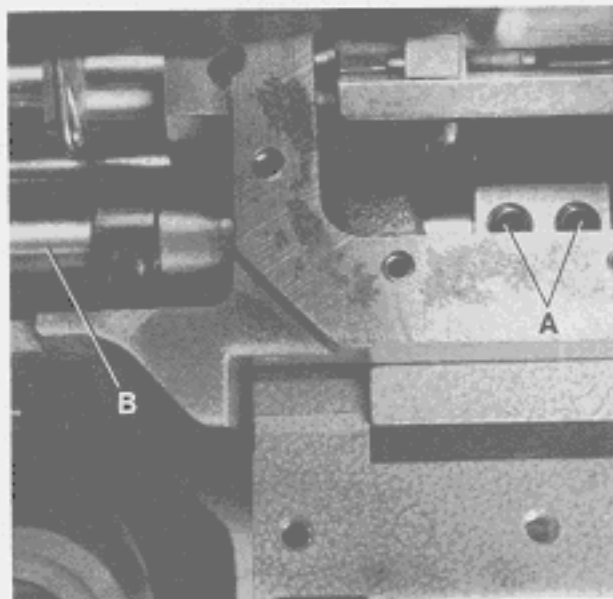

Fig.73
If the main and the differential feed dogs are not parallel to throat plate top surface at the moment they rise above throat plate, loosen screws (A, Fig. 73) and turn shaft (B) as required to set the feed dogs parallel. Retighten screws.
Stehen der Haupttransporteur und der Differentialtransporteur bei ihrem Austritt aus der Stichplatte nicht parallel zur Stichplattenoberkante, so kann nach Lösen der Schrauben (A, Fig. 73) die Welle (B) so gedreht werden, daß die Transporteure parallel stehen. Ziehen Sie die Schrauben wieder an.